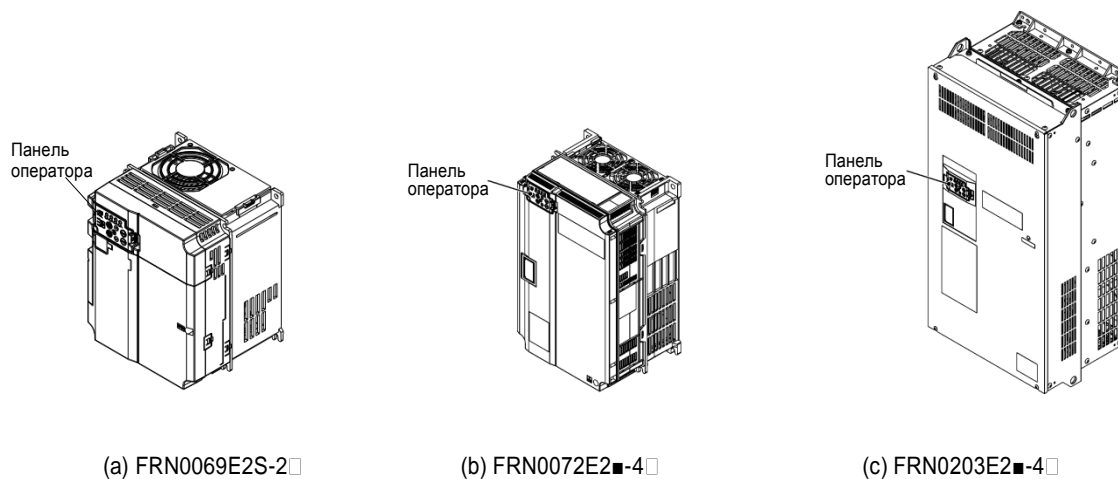

Рисунок 2.3-1 Установка панели оператора на основной узел ПЧ
- Установка на основной узел ПЧ (см. рисунок 2.3-1 (a), (b), (c))